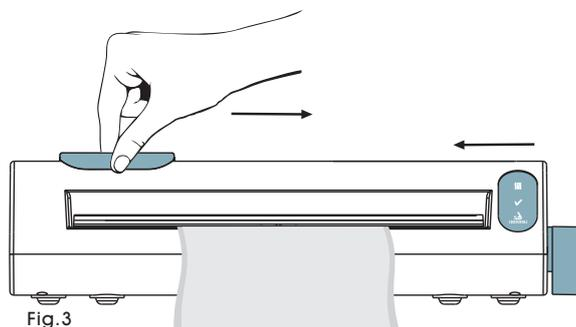

Fig.3
- 4▶ **Antes de levantar la palanca de sellado**, corte el embalaje deslizando el soporte de las láminas de corte de un extremo a otro y vuélvalo a la posición original (fig. 3).